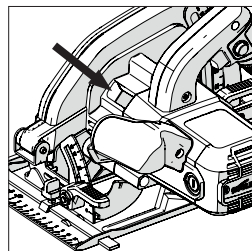

Fig. 3
- Repérez le bouton de blocage de l'arbre de la machine (au même endroit sur toutes les machines). Verrouillez l'arbre de la machine en appuyant sur le bouton de blocage de l'arbre. (**Fig. 3**).